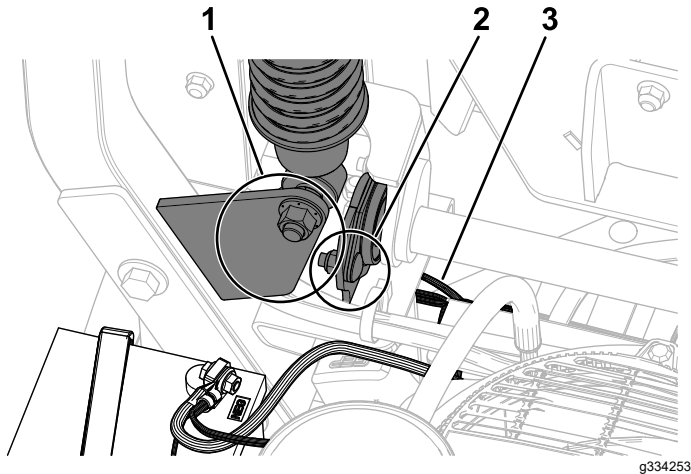

Figure 58
**Remarque:** Pour les tondeuses MyRide, assurez-vous que le câble de masse ne frotte pas contre le bras tiré ou le support inférieur de l'amortisseur (Figure 58).